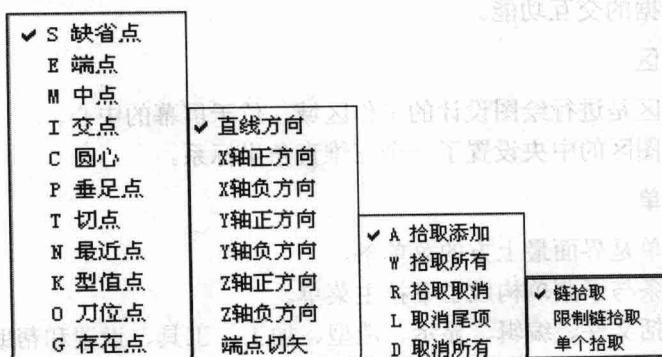

图 1-1 空格键弹出的菜单
(1) 当系统要求输入点时，按空格键弹出“点工具”菜单，显示点的类型。
(2) 有些操作中（如作扫描面）需要选择方向，这时按空格键，弹出“矢量工具”菜单。
(3) 在有些操作（如进行曲线组合等）中，要拾取元素时，按空格键，可以进行拾取方式的选择。如图 1-1 所示。